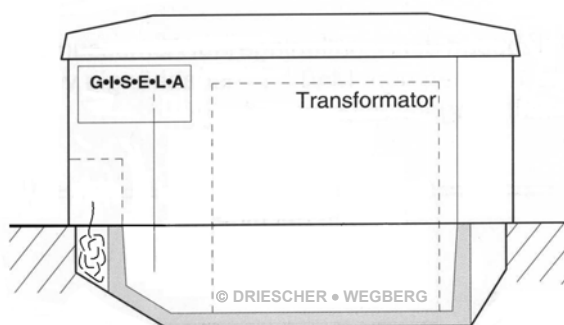
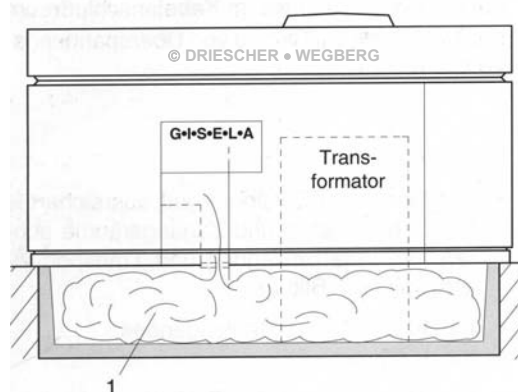
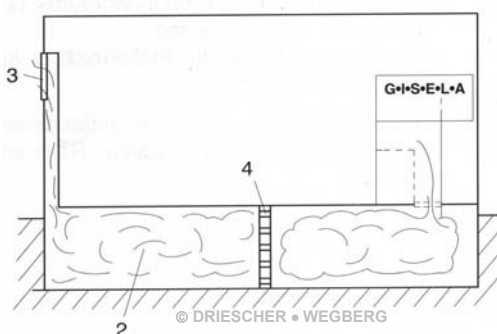

Bild 1 / afb. 1
Bild 2 / afb. 2
Bild 3 / afb. 3
- Bei Kompaktstationen Typ K und KSP Fa. DRIESCHER erfolgt der Druckausgleich ausschließlich im Kabelanschlussbereich (Bild 1). Ansonsten muss bei kompakten und begehbaren Stationen die Druckentlastung in den Kabelkanal (1) [Mindestvolumen ~3 m³] vorgesehen werden (Bild 2).
- Bei vorhandenem Kabelkanal (2) [Mindestvolumen ~1,1m³; Mindestquerschnitt – 0,25m² mit Öffnung (3) nach außen], diesen als Druckentlastungsraum nutzen.
- Durch Einbau von zwei Lagen Streckmetall (4) werden die Lichtbogengase zusätzlich gekühlt und der Austritt von heißen Gasen gemindert (Bild 3).
- Bij compacte stations type K en KSP fa.DRIESCHER geschiedt de drukcompensatie uitsluitend in het kabelaansluitbereik (afb.1). Anders moet bij compacte en begaanbare stations de drukontlasting in het kabelkanaal (1) [minimaal volume ~ 3 m³] worden geïnstalleerd (afb.2).
- Bij aanwezig kabelkanaal (2) [minimaal volume ~ 1,1 m³, minimum doorsnede – 0,25m²] met opening (3) aan de buitenkant, dit als een drukontlastingsruimte gebruiken.
- Door het installeren van twee lagen expansiemetaal (4) worden de lichtbooggassen extra afgekoeld en verdere ontsnapping van hete gassen verminderd (afb.3).